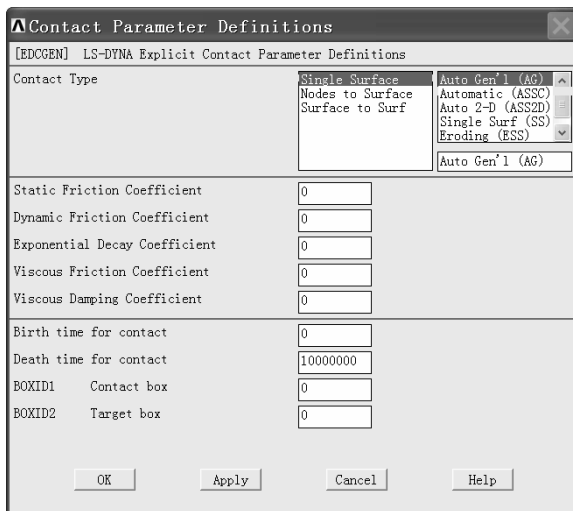

图 1-42 “Contact Parameter Definitions”窗口
(1) 依次选择 Main Menu>Preprocessor>LS-DYNA Options>Contact>Define Contact, 弹出“Contact Parameter Definitions”窗口(见图 1-42)。